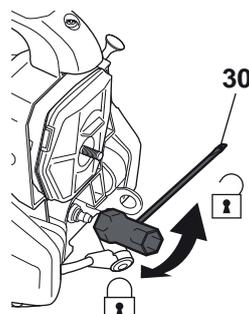

Fig. 61
- > Dévissez la bougie d'allumage à l'aide de l'outil multi-usage fourni [30], puis ôtez-la (Fig. 61).